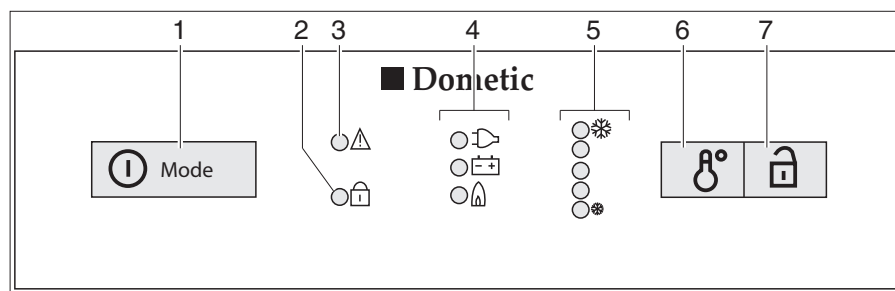

Fig. 140 Elementos de mando para el frigorífico (Dometic de la serie 8 con MES)
- Pulsar el conector/selector de energía (Fig. 140,1) 2 segundos para conectar el aparato. Se enciende el LED del último modo de funcionamiento elegido.
- Si es necesario, pulsar el conector/selector de energía (Fig. 140,1) brevemente varias veces, hasta que el piloto Gas "🔥" se enciende. El suministro de gas está abierto. El encendido se realiza automáticamente. Se oye un sonido de tic-tac hasta que el proceso de encendido se haya llevado a cabo con éxito.
- Ajustar la temperatura de refrigeración con el conmutador para el ajuste de temperatura (Fig. 140,6).
- Si es necesario, pulsar el conector/selector de energía (Fig. 140,1) brevemente varias veces, hasta que el piloto 230 V "☒" se enciende.
- Si es necesario, pulsar el conector/selector de energía (Fig. 140,1) brevemente varias veces, hasta que el piloto 12 V "☒" se enciende.